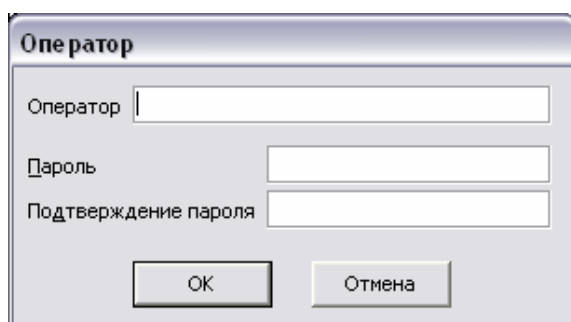

Рисунок 1.12
2. Нажмите клавишу **[Insert]** или значок  на функциональной панели окна, или выберите пункт меню «**Оператор ⇒ Создать**». Откроется окно «**Оператор**» (рис.1.12).
Вновь активируется окно «**Оператор**» (рис.1.12). Введите одинаковые значения в поля «**Пароль**» и «**Подтверждение пароля**» и нажмите кнопку <ОК>.